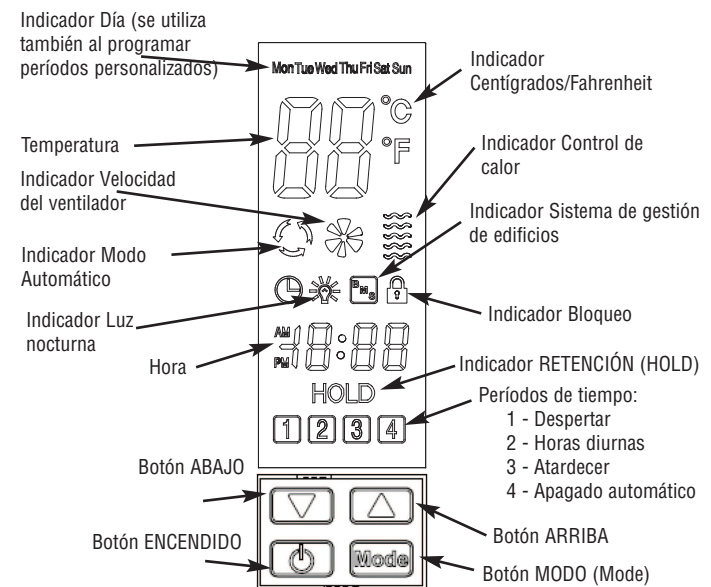

Figura 6. Panel de control
1. Conecte la alimentación eléctrica en el tablero principal. Cuando el calefactor se energiza por primera vez, el zumbador suena durante un segundo, y se muestran todos los indicadores con alta luminosidad y el botón ENCENDIDO con luminosidad azul media durante 3 segundos; luego la unidad se apaga. Una vez apagada, sólo el botón ENCENDIDO queda con luminosidad naranja media, y todos los demás botones e íconos están apagados. Si con la unidad apagada se toca el botón ENCENDIDO, se iluminarán los 4 botones para indicar que el calefactor está encendido y que el panel de control está energizado. Vea los detalles de la disposición del panel de control en la Figura 6.